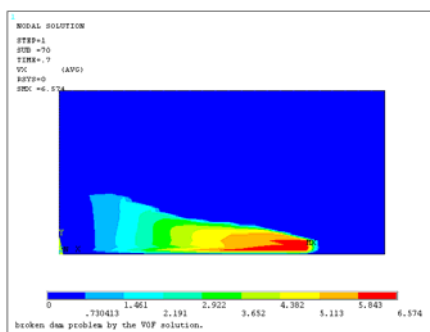

图 7-72 流体横向速度场分布等值线图
⑤重复第②步操作。在“Item to be contoured”列表框中依次选择 DOF Solution→X-Component of fluid velocity，单击“OK”按钮，ANSYS 窗口将显示如图 7-72 所示的流体横向速度场分布等值线图。